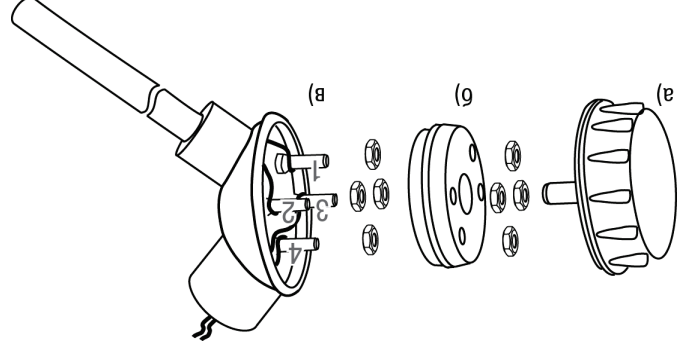

Рисунок 5.1 – Подключение коммутационных проводов к датчику
5.2.6 Выполнить подключение коммутационных проводов к датчику (см. рисунок 5.1):